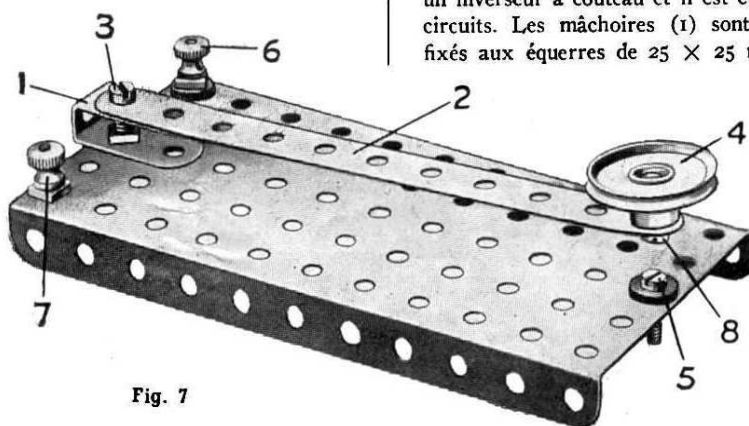

Fig. 7
Le manipulateur de la fig. 7 constitue un appareil de contact et coupure. Un appareil de ce genre est très utile pour des expériences électriques. Cet appareil est formé d'une plaque à rebords de 14 centimètres $\times$ 6 cm. à laquelle une bande à simple courbure (1) et une bande de 11 trous (2) sont fixées par un boulon de 19 mill. (3). Un bouton est formé par une poulie de 25 mill. (4) fixée par sa vis d'arrêt à l'extrémité d'un boulon de 19 mill. (8) passé dans l'extrémité d'une bande de 11 trous (2). Le contact est établi par un boulon 6 BA et un écrou isolé de la plaque est connecté par un fil guipé à la borne (6) qui est également isolé de la plaque. La borne (7) est réunie par un autre fil par-dessous la plaque de base à un boulon (3). On prendra bien soin à ce que la bande (2) établisse un bon contact électrique, métal sur métal, avec la bande à simple courbure (1) et le boulon (3), et dans ce cas, nous conseillons d'employer des pièces nickelées de préférence aux pièces en couleur, pour ne pas avoir à gratter l'émail autour des boulons de connexion. Si on emploie des bandes en couleur, un fil doit relier le boulon (3) au boulon (8) maintenant la poulie (4).